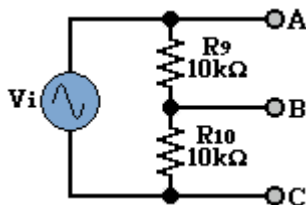

Figura 1.12
9. Arme el circuito de la figura 1.12.
3. Explique por qué en la figura 1.12 no existe el desfase.